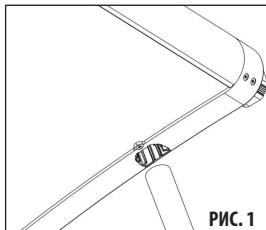

РИС. 1
- Принцип установки солнечной панели при помощи шлангов показан на рисунке на вводной странице. Выберите подходящую площадку вблизи бассейна (см. выше). Удалите с площадки все острые предметы. Если Вы решили систему подогрева разместить свободно, на присоединенные опорные ножках, вставьте эти ножки в отверстия снизу в панель со стороны установки заглушки на трубе панели (свободно проходимые трубы без пробки посередине) (РИС. 1)